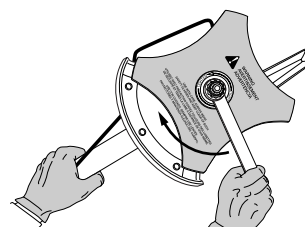

Fig. 14
- Sostenga la varilla de cierre en su lugar junto al brazo de la unidad (Fig. 14).
- Mientras sostiene la varilla de cierre, afloje la tuerca de la cuchilla girándola en sentido horario con una llave de casquillo o de boca cerrada de 13 mm (Fig. 14).